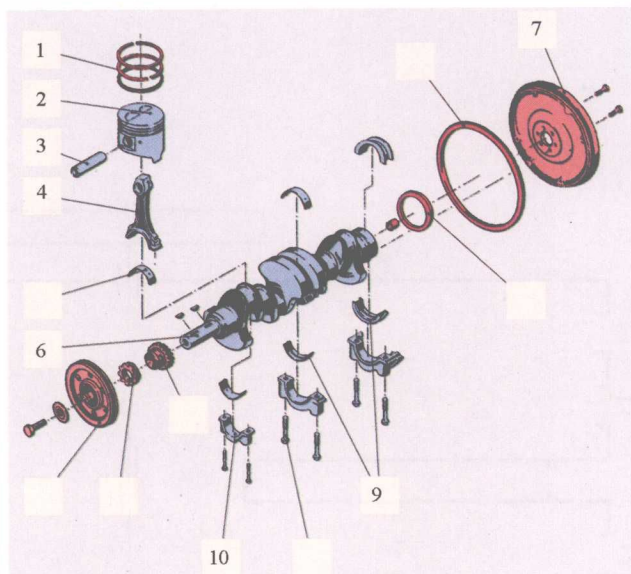

图 1-7 曲轴活塞连杆总成
2. 说出图 1-7 所示曲轴连杆活塞总成编号的零件名称并把缺少的编号加以补充。
3. 图 1-7 所示的发动机为几缸发动机?
4. 图 1-7 所示的曲轴有几处支撑?